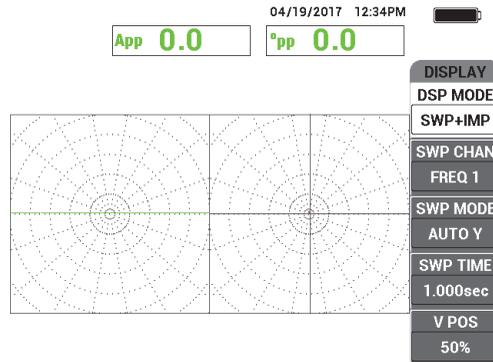

図 5-228 SWP + IMP 表示
6. 表示メニューキーを押し (□), 続けて**表示モード** (表示モード、A キー) を押して、**SWP+IMP** (スイープ+インピーダンス) が表示されるまでノブを回します (292 ページの図 5-228 参照)。